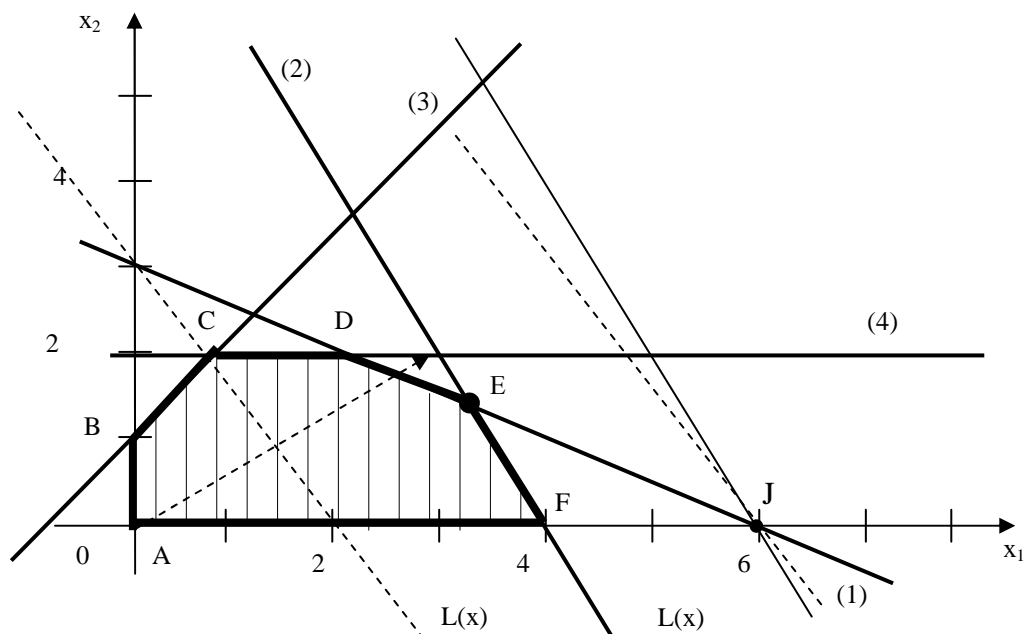

Рисунок 3.3 – Аналіз збільшення ресурсу В
Розглянемо доцільність збільшення запасу інгредієнта В. Відповідно до правила 1, обмеження (2) стає надлишковим у точці J, в якій перетинаються пряма (1) і вісь змінної  $x_1$  (рис. 3.3). Багатокутник ABCDJ стає ОПР, а точка J(6;0) - оптимальним розв'язком.
Обмеження (3) і (4) є незв'язними, тому що не проходять через оптимальну точку E (рис. 3.3). Відповідні їм ресурси (попит на фарби) є недефіцитними. З економічної точки зору це означає, що в цей момент рівень попиту на фарби безпосередньо не зумовлює обсяг виробництва. Тому деяке його коливання може ніяк не вплинути на оптимальний режим виробництва в точці E.